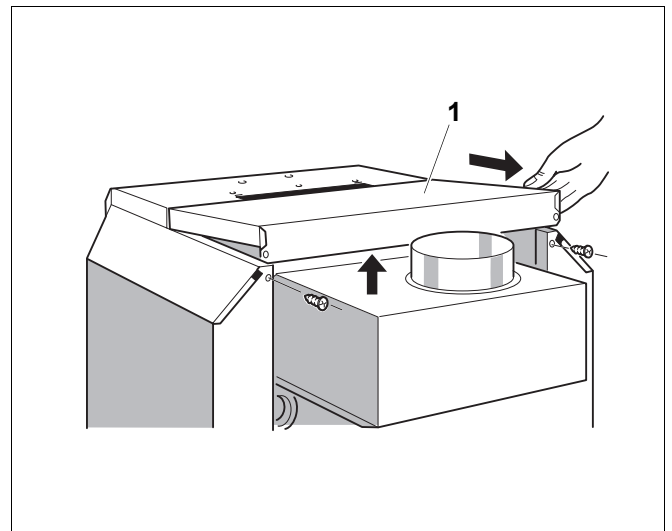

Fig. 9 Îndepărtarea capacului din spate al cazanului
- Îndepărtați cele două șuruburi de fixare ale capacului din spate al (Fig. 9, **Poz. 1**) cazanului. Îndepărtați ușor capacul din spate al cazanului și trageți-l în spate (Fig. 9).